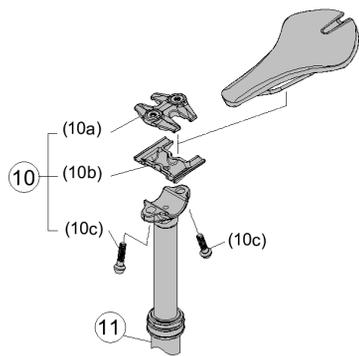

图 1
4. 安装座管管身 ⑪ 进入车架，约安装座垫时适当的高度。将把手旋转 90°，在裁切外管处做记号。正确的长度是在此位置时，锁紧外管但不会束缚 (需预留些许长度方便后续调整坐垫高度)。(图 1)
5. 从调整螺丝组 ③ 拉下外管，将钢线多余的长度穿入外管方便裁切外管。
6. 在外管 ④ 记号处裁切。在外管套上端塞。